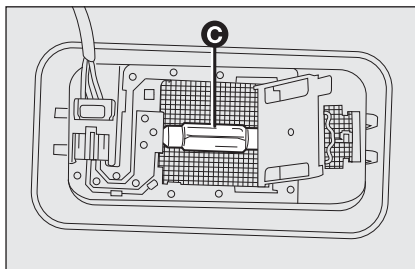

fig. 42
- sustituya la lámpara **C**-fig. 42 soltándola de los contactos laterales, introduzca la lámpara nueva comprobando que la misma, esté bloqueada correctamente entre los mismos contactos;